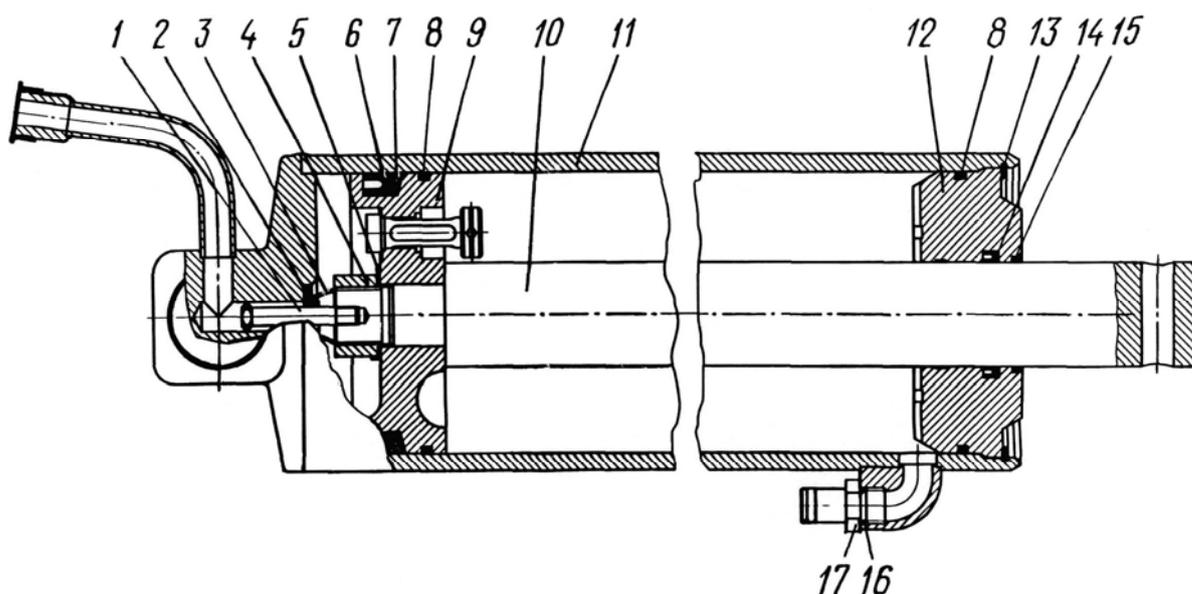

Рис.23. Цилиндр опрокидывающего механизма:
Цилиндр (рис.23) является исполнительным органом опрокидывающего механизма. Передача усилия на платформу осуществляется через рычажно-балансирующую систему. Шток 10 цилиндра присоединен к балансиру с помощью опоры 6 (см. рис.20) и пальца 7. На балансире предусмотрен ограничитель, не позволяющий платформе переходить через предельный угол подъема, а установленный в поршне цилиндра перепускной клапан (см. рис.23), упираясь в крышку 12, открывается и пропускает рабочую жидкость, ограничивая дальнейший подъем платформы.
3. Застропить цилиндр, протянув строп за штуцер 17 (см. рис.23) цилиндра и фланец, натянуть строп.
1. Извлечь из кольцевой канавки цилиндра 11 упорное кольцо 13 и выдвинуть шток 10 (см. рис.23) в сборе из цилиндра.